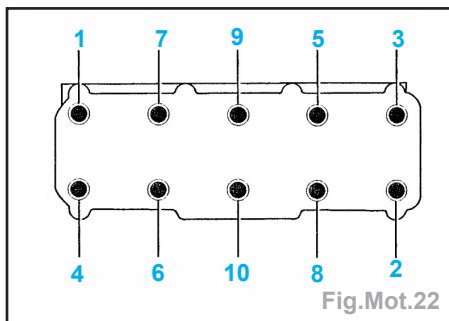

Fig.Mot.22
- Desserrer les vis de la culasse dans l'ordre indiqué (Fig.Mot.22).